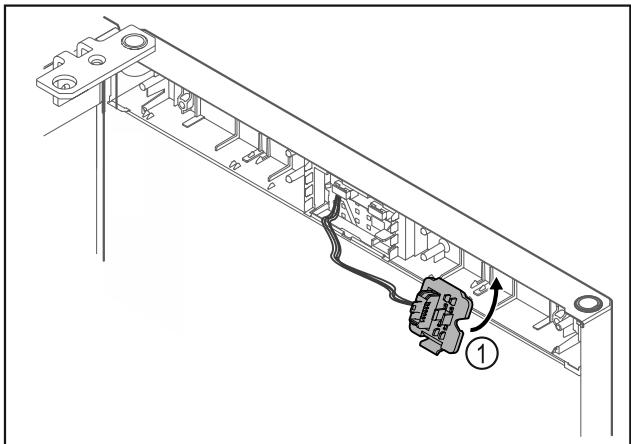

Fig. 19
- Установите и зафиксируйте держатель штекера Fig. 19 (1) на противоположной стороне.